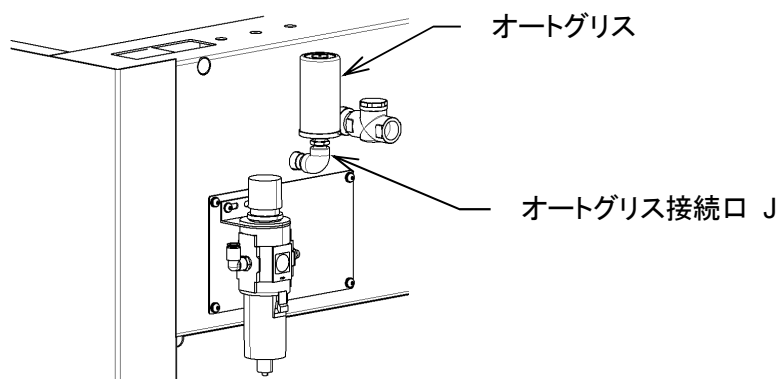

図 5-3
- ・ 付属品のオートグリスをオートグリス取り付け口 J に取り付けます。(図 5-3)